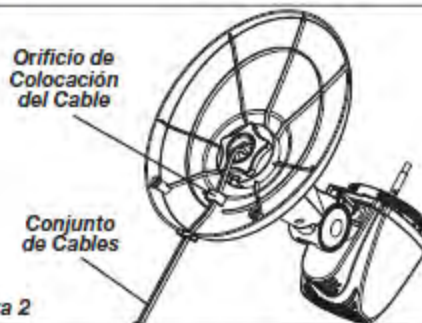

Figura 2
2. Hale suavemente cualquier exceso del *Conjunto de Cables* y colóquelo en el *Canal de Localización de los Cables*. (Figura 2)